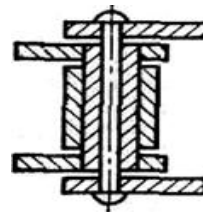

Рисунок 7.
**73. Как называется цепь, шарнир которой в разрезе изображен на эскизе (рис. 7)?**